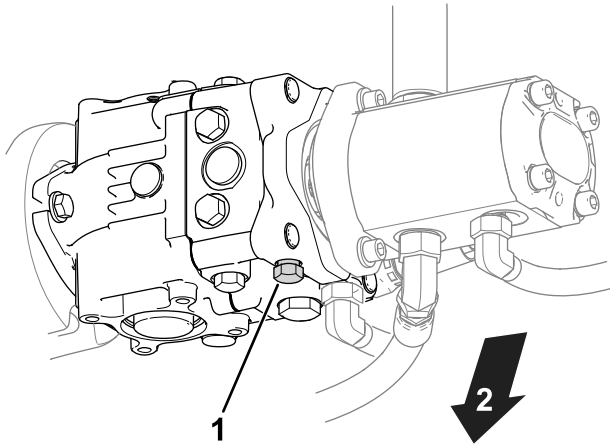

Figura 34
1. Localice la válvula de desvío en la bomba (Figura 34).